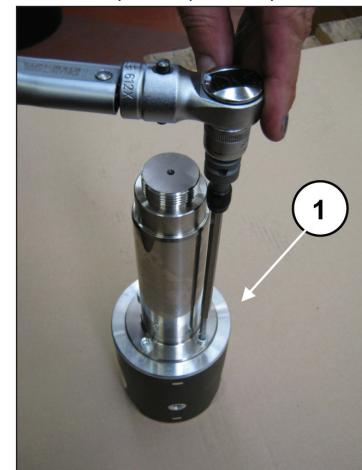

Рис. 43
Для того чтобы отделить шток от направляющей поршня, нужно открутить винты с цилиндрической головкой М6 специальным ключом (поз. ①, Рис. 43).